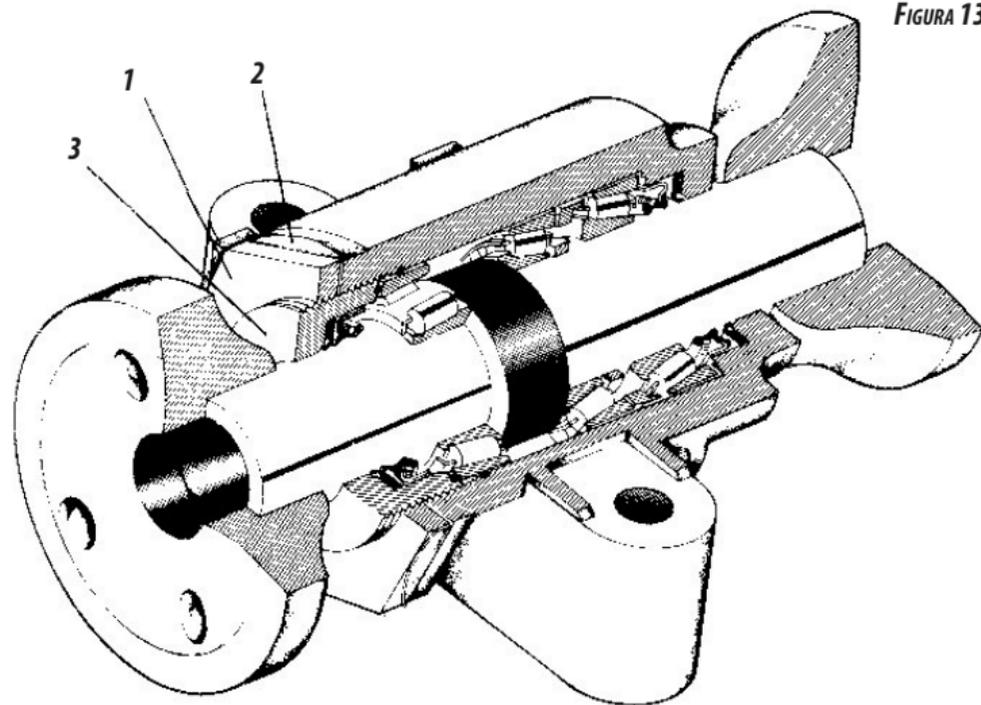

FIGURA 13
- Aflojar la tuerca (1) **figura 13**, sacar la traba (2), y ajustar los rodamientos a través del apriete de la tapa (3), llevando en cuenta que el cojinete no debe trabajar muy justo, para no causar desgaste excesivo en los rodamientos.
- Reponer la traba (2), la tuerca (1) y apretarla nuevamente.